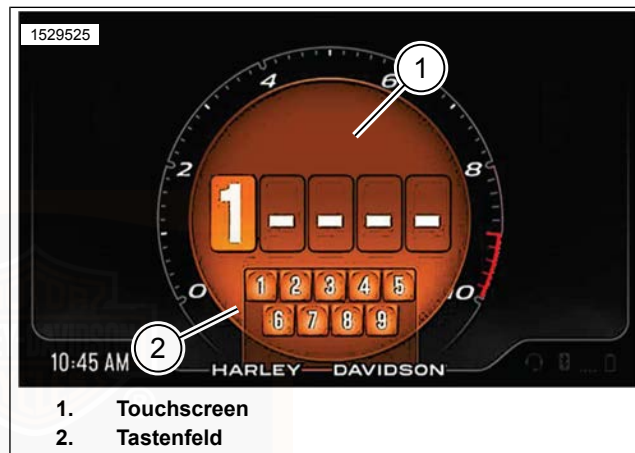

Abbildung 25. PIN-Bildschirm mit Eingabe über ein Tastenfeld
1. Siehe Abbildung 25. Beim Berühren des PIN-Bildschirms (1) wird die Tastatureingabe (2) angezeigt.